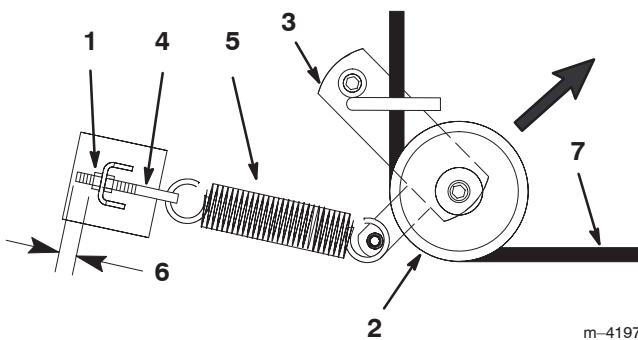

Figure 44
- Tirez la poulie de tension dans la direction indiquée à la Figure 44 et retirez la courroie des poulies.
5. Faites passer la courroie neuve dans le bras de tension et autour de la poulie de tension (Fig. 44).
6. Tirez la poulie de tension dans la direction indiquée à la Figure 44 et acheminez la courroie autour des autres poulies (Fig. 45).
Remarque : Vérifiez qu'une longueur de 3 mm (1/8 pouce) de filetage du boulon à œil est visible (Fig. 44).